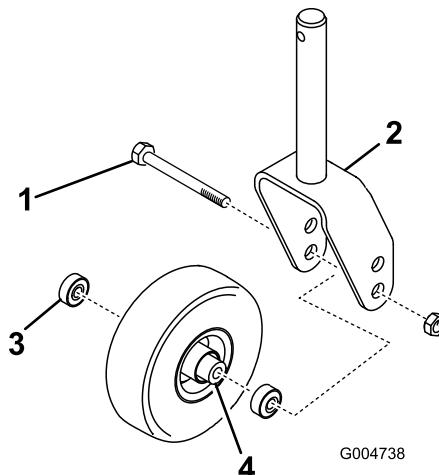

Figura 28
- Togliete il dado di bloccaggio dal bullone che fissa la rotella orientabile alla forcella (Figura 28). Afferrate la ruota orientabile ed estraete la vite a testa cilindrica dalla forcella o dal braccio di rotazione.
- Togliete il cuscinetto dal mozzo della ruota e lasciate cadere il distanziale del cuscinetto (Figura 28). Togliete il cuscinetto dalla parte opposta del mozzo della ruota.